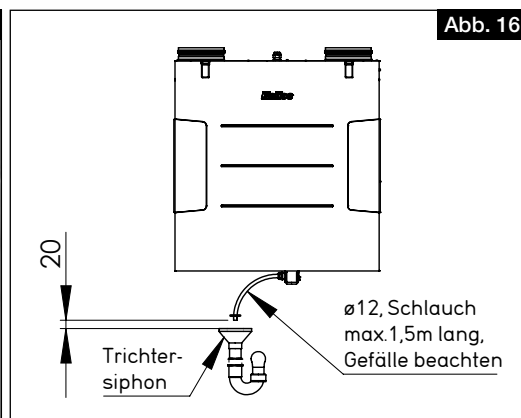

Abb. 16
- Der Kondensatschlauch muss 20 mm über dem offenen Abfluss bzw. möglichen Wasserstand enden (s. Abb. 16).
- Der vom Kugelsiphon abgehende Kondensatschlauch muss mit einem Gefälle nach unten, frei abtropfend in einen Trichtersiphon angeleitet werden und darf nicht in ein geschlossenes System geführt werden (s. Abb. 16).